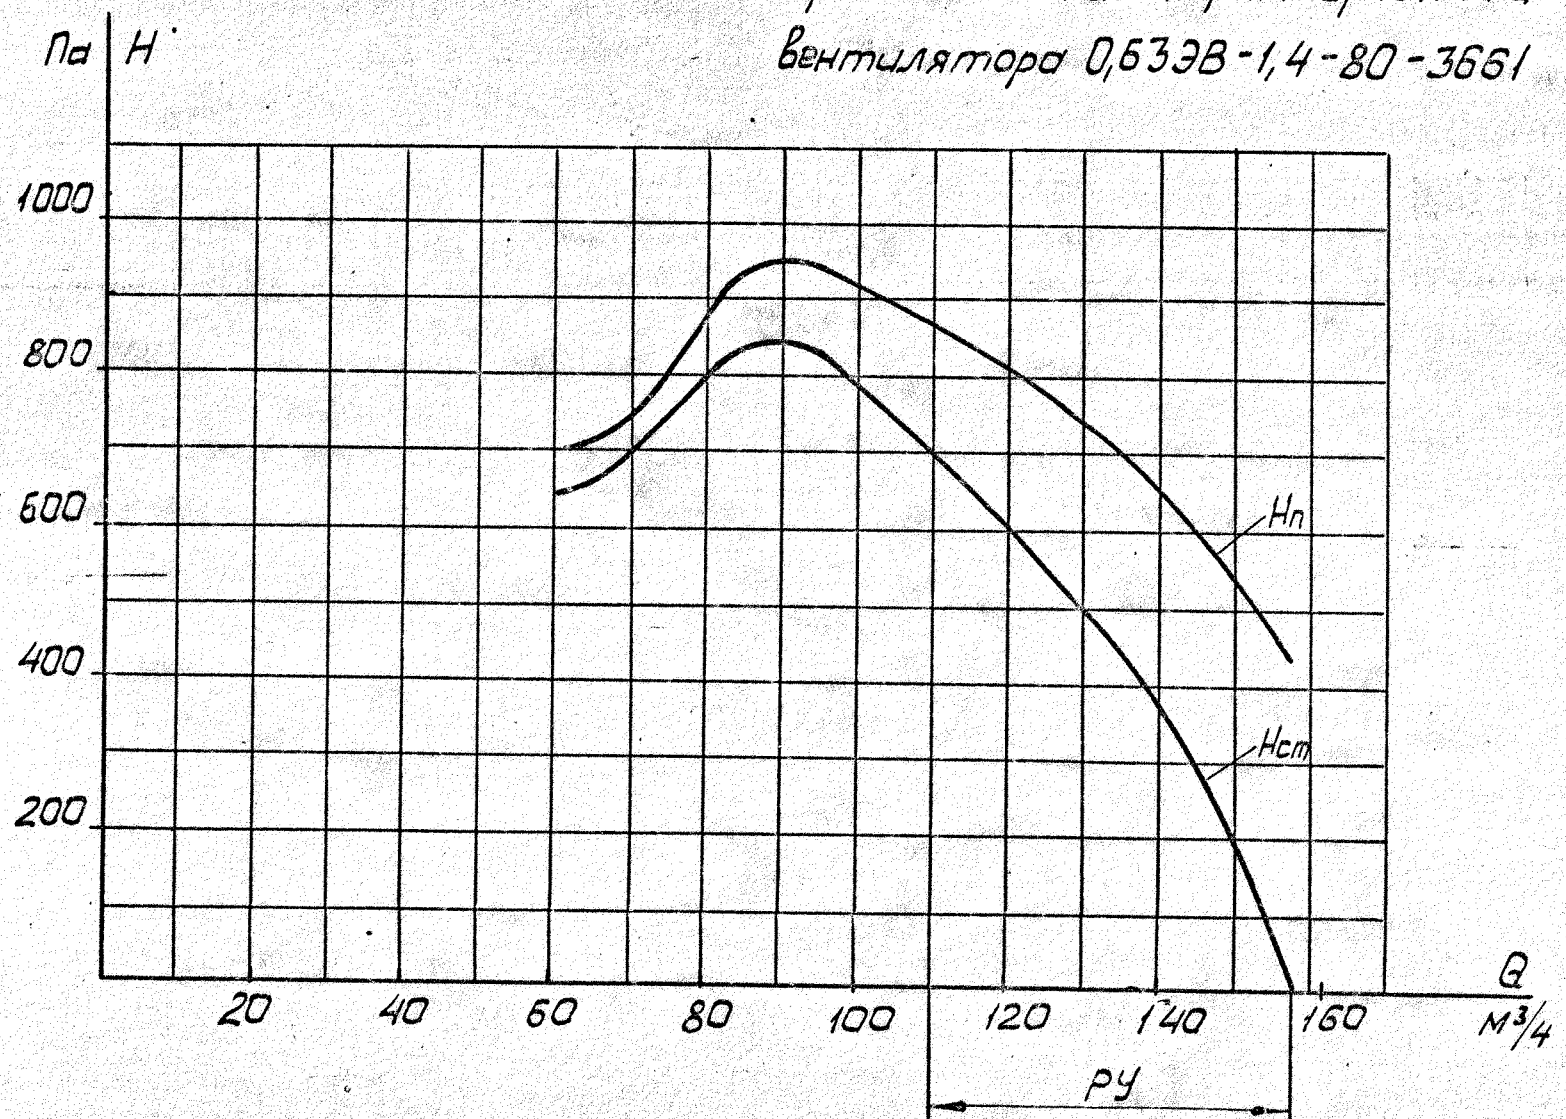

Рис. 4
Типовые аэродинамические характеристики вентиляторов [зависимости давлений полного (H_n) и статического ($H_{ст}$) от производительности (Q)] в нормальных климатических условиях при номинальных значениях напряжения и частоты питания приведены на рис. 4, 5, 6. Буквами РУ обозначены рабочие участки характеристик.